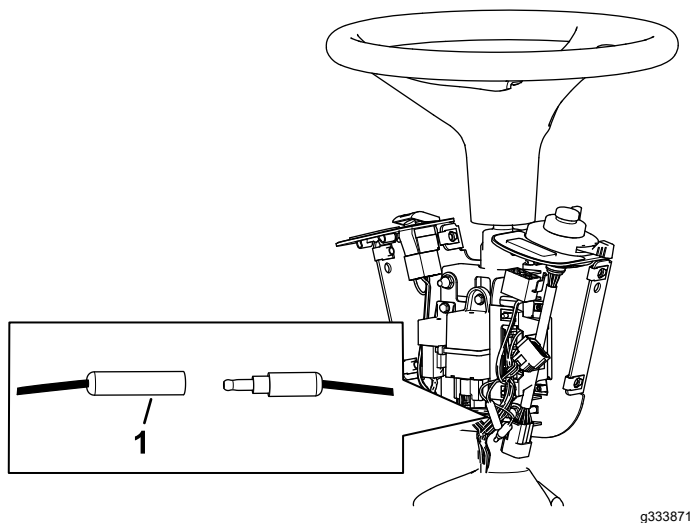

Figura 10
11. Lăsai conectorii sferici deconectați aa cum se arată în Figura 10.